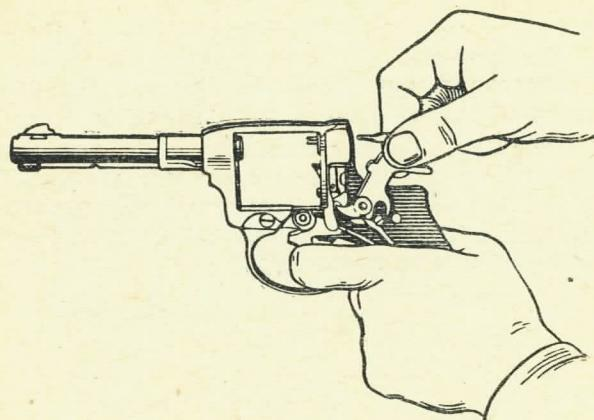

Рис. 33. Как снять курок с оси
7) снять курок с оси: взять револьвер левой рукой за рукоятку, а правой — за курок и, надавив указательным пальцем левой руки на хвост спускового крючка возможно сильнее, снять курок с оси (рис. 33);